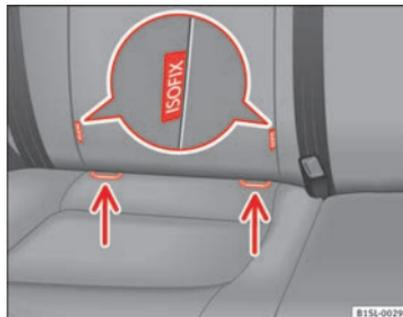

Abb. 53 Am Fahrzeugsitz: Kennzeichnungsvarianten der unteren Verankerungspunkte für Kindersitze.
- Kindersitz in Pfeilrichtung auf die Halteösen ⇒ **Abb. 53** stecken. Kindersitz muss sicher und hörbar einrasten.
- Kindersitz auf die Sitzfläche stellen und die Haken der Befestigungsgurte in die Halteösen ⇒ **Abb. 53** einhängen.